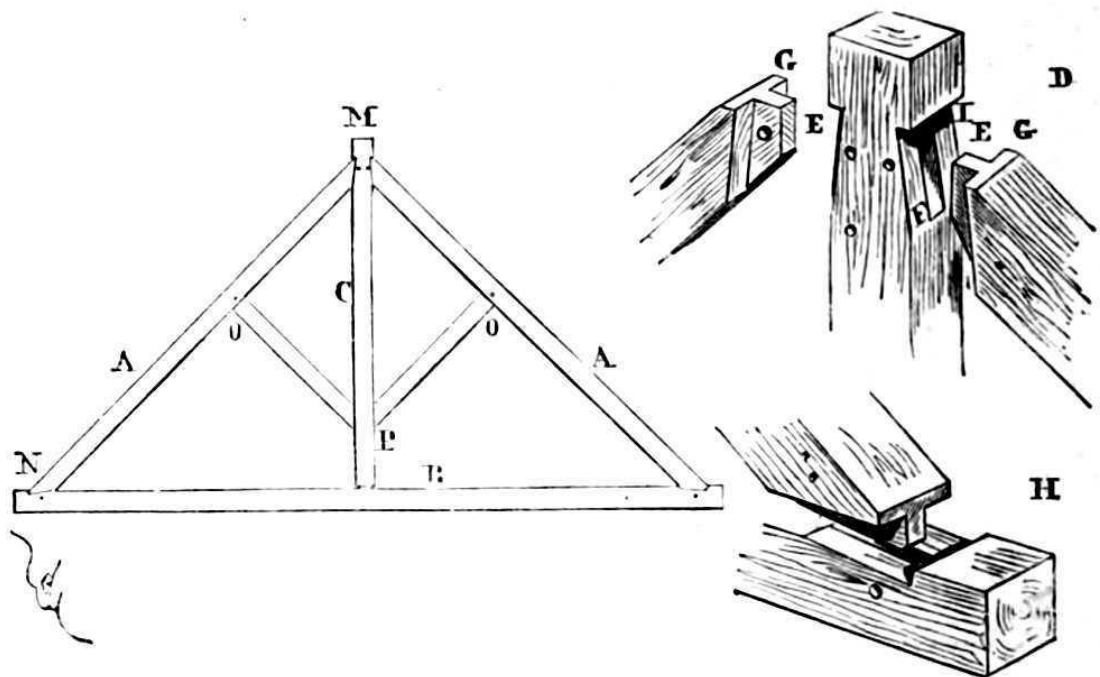

Рис. 13.
- Вчера, - сказал Эжен Полю, когда тот вошел в его комнату, - мы осмотрели подвалы и первый этаж; теперь мы прогуляемся по чердакам *замка*. Но сначала я должен показать вам, что подразумевается под *ферменной конструкцией* крыши. Самая простая ферма (рис. 13) состоит из четырех кусков дерева: двух основных стропил, соединительной балки и перекладины. Две наклонные детали А - это лопасти; горизонтальная деталь В - это стяжная балка, а вертикальная деталь С - поперечная стойка. Верхние концы лезвий сходятся в перекладине, как я показываю вам в деталях D, а именно, с помощью двух шипов Е, которые входят в два паза F, и выступа G, благодаря которому все давление древесины передается в выемку I. Нижние концы лопастей аналогичным образом соединены на двух концах рулевой балки, как показано на этой другой детали Н. Поперечная стойка также соединена шипом в центре рулевой балки, но неплотно и